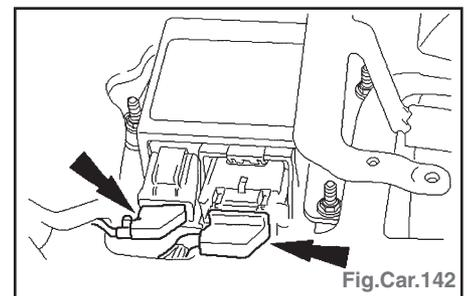

Fig.Car.142
- Débrancher les connecteurs de module de commande d'airbag (Fig.Car.142).